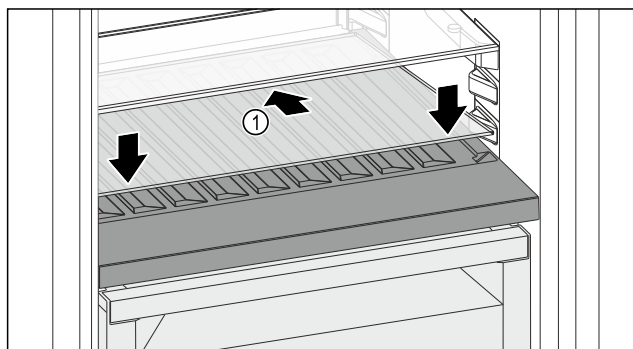

Fig. 153
- Glasplatte Fig. 153 (1) schräg und nach hinten unten geneigt ansetzen.
- Glasplatte Fig. 153 (1) vorne absenken.